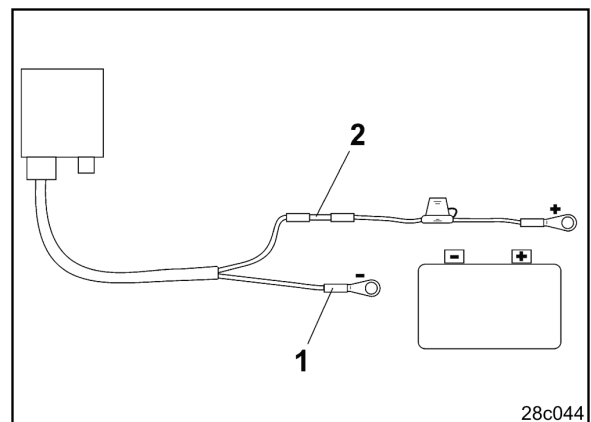

Рис. 6
4. Вставьте голубую жилу кабеля (масса) в открытый кольцевой зажим (Рис. 6/1).
6. Вставьте коричневую жилу кабеля (+ 12 В) в свободный конец стыкового соединителя (Рис. 6/2).
8. Обработайте стыковой соединитель (Рис. 6/2) с помощью какого-либо источника тепла (зажигалки или технического фена). Дождитесь выхода клеящего вещества (оплавления пластика).